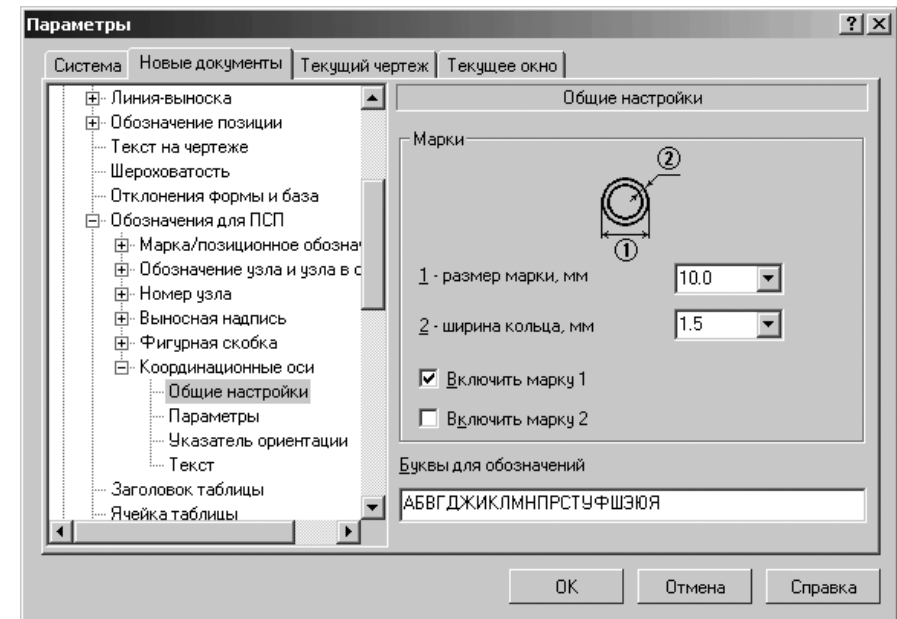

Рис. 10.67. Диалоговое окно **Параметры** с открытой вкладкой **Новые документы** и панелью **Общие настройки**
- щелкните в списке настраиваемых элементов **Координационные оси** по пункту **Общие настройки**. В правой части появится панель **Общие настройки**, показанная на рис. 10.67;